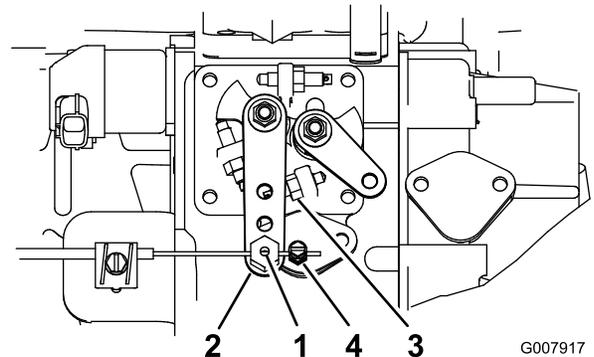

図 62
2. 燃料噴射ポンプのレバーの隣にあるスロットル・ケーブルのコネクタをゆるめる (図 62)。
3. インジェクション・ポンプ・レバーのアームをハイアイドル・ストップに当てる (図 62)。